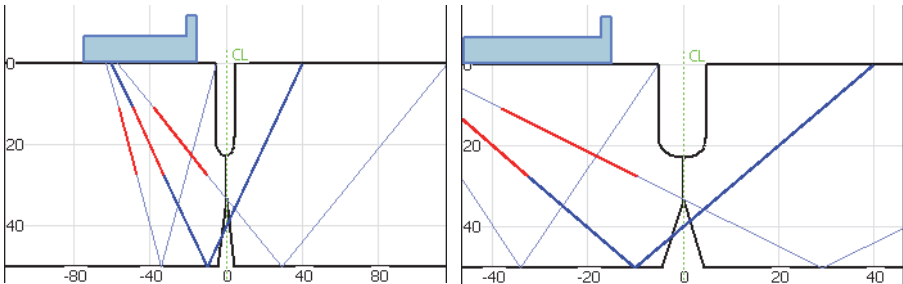

图 8-30 放大参数的放大效果示例
用于为中心线 (CL) 显示区域设置放大。默认情况下, 声线跟踪图示显示工件的完全对称视图, 其中包括被所选数量的跨覆盖的区域。设定的数值低于 100 %, 会生成以步进轴的中心线为中心放大的声线跟踪图示 (参见第 259 页的图 8-30)。